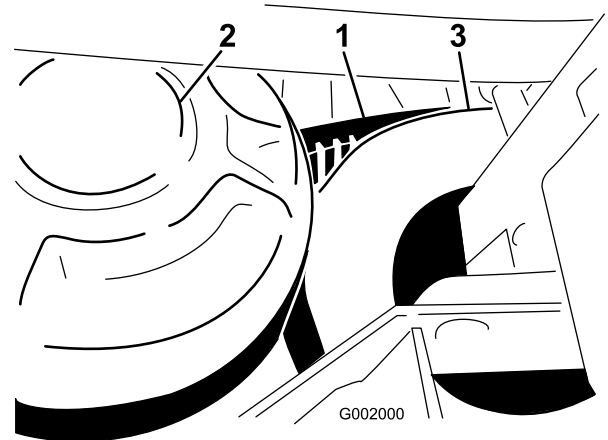

Bild 62
1. Drehen Sie den Riemen und verlegen ihn über die sekundäre Kupplung (Bild 62).